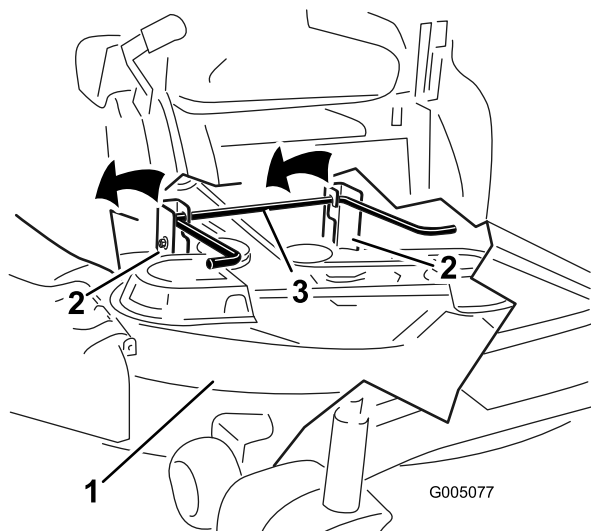

Figura 68
5. Alzate il tosaerba e i supporti di sostegno dall'asta di sollevamento posteriore e abbassate con cautela il tosaerba al suolo (Figura 68).
- Alzate la parte posteriore del piatto di taglio e guidate i supporti di sospensione lungo l'asta di sollevamento posteriore (Figura 68).